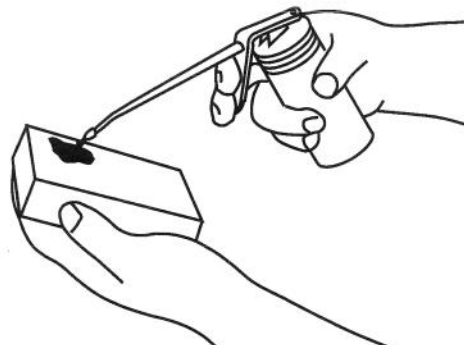

Figure 20
5. Appliquer une cuiller à soupe d'huile SAE 30W sur le filtre à air (Fig. 20).